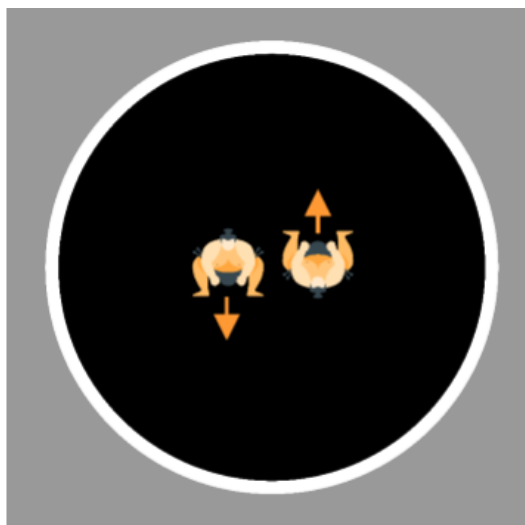

Ilustración 3 Acomodo de los robots sumo al iniciar el combate
8. Tras la instrucción del juez, los dos encargados de competencia por equipo se acercan al Dohyo y colocan a su robot según la ilustración 3.